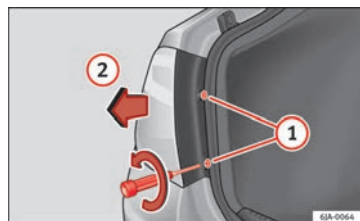

Abb. 162 Ausbau der Heckleuchte im Seitenteil
hen) die beiden Befestigungsschrauben im vorderen Bereich der Leuchte ⇒ Abb. 162 ①. Achten Sie darauf, die Schrauben nicht zu verlieren.
- Ziehe Sie die Heckleuchte nach hinten (⇒ Abb. 162 ②), bis die Heckleuchte sich aus der Aufnahme gelöst hat.